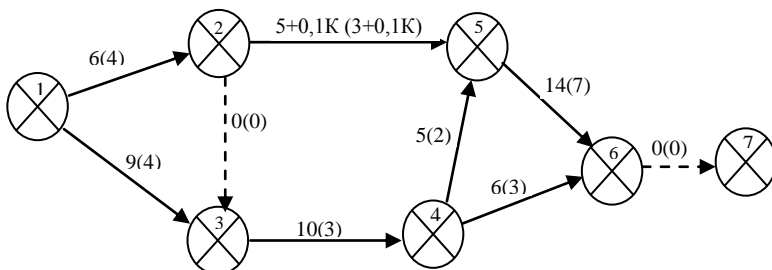

Рис. 6. Сетевой график выполнения плановых работ.
1. Сетевой график выполнения плановых работ на новый календарный год имеет следующий вид (рис. 6).